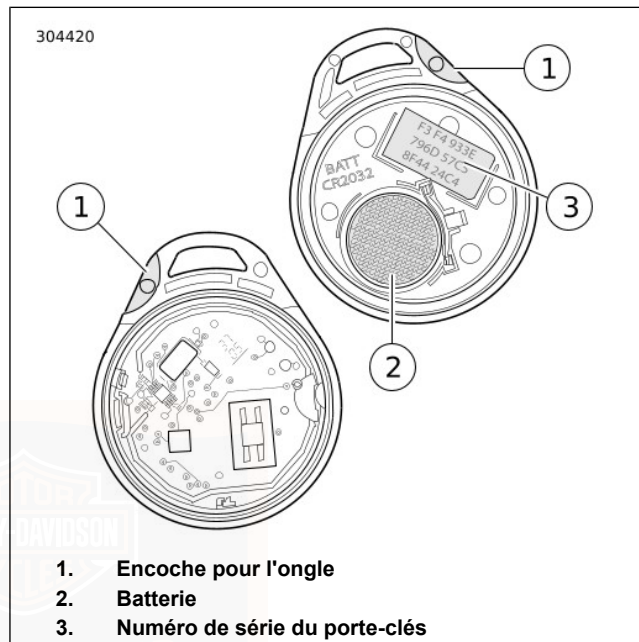

Figure 21. Pile pour porte-clés
1. Voir Figure 21. Tourner lentement une lame mince dans l'encoche pour ongle (1) sur le côté du porte-clés pour séparer les deux moitiés.
2. Retirer la pile (2) et la jeter.